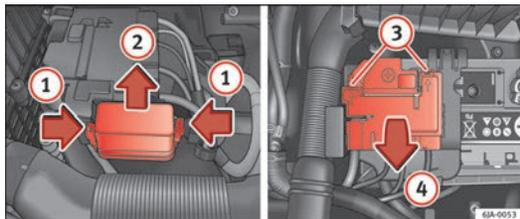

Fig. 144 Batteria: copertura dei fusibili (variante1)
- Premere contemporaneamente le linguette flessibili della copertura dei fusibili nella direzione delle frecce ① → fig. 144.
- Togliere la copertura facendola scorrere nel senso indicato dalla freccia ②.
- Con un cacciavite piano, sbloccare le sicurezze nei fori ③.
- Aprire lo sportello nella direzione indicata dalla freccia ④.